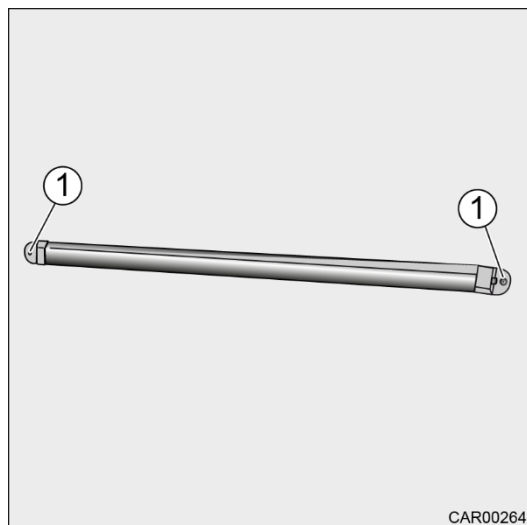

Fig. 164 Éclairage LED dans le garage à scooter
1. Desserrer les vis (Fig. 164/1).